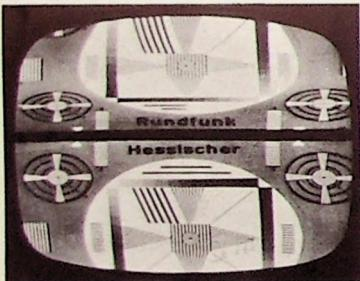

Bild 1. Beispiel für die Dokumentation von Bildfehlern (Fehler in der vertikalen Ablenkung); Aufnahme auf Isopan ISS
- b) Dokumentationsaufnahmen von Bildfehlern (Bild 1) für Unterrichts- und Schulungszwecke sowie für Service-